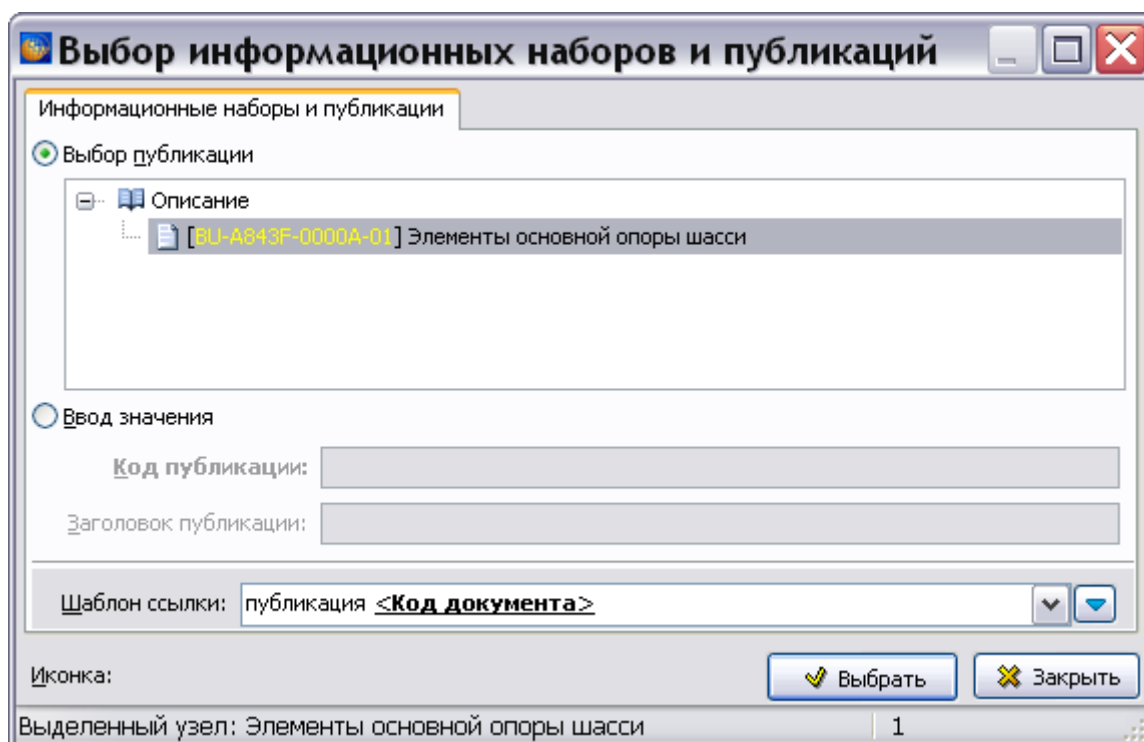

Рис. 5.233
4. Раскройте дерево публикаций и выберите публикацию (Рис. 5.233).